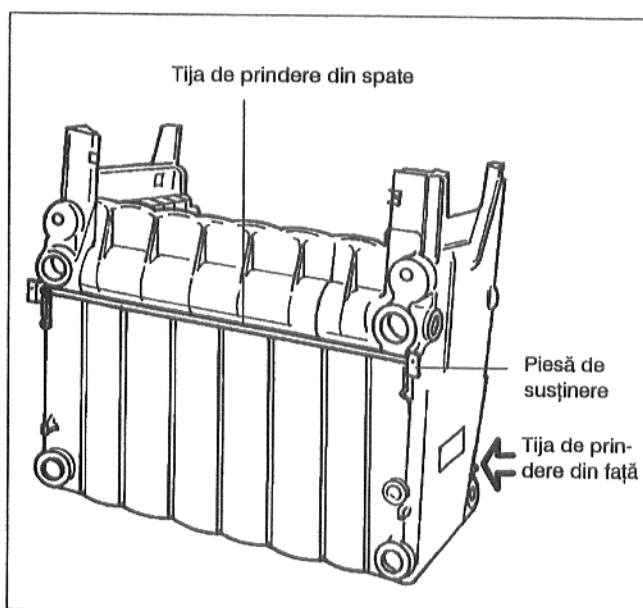

Fig. 7
- Se montează tijele de prindere (Fig. 7).